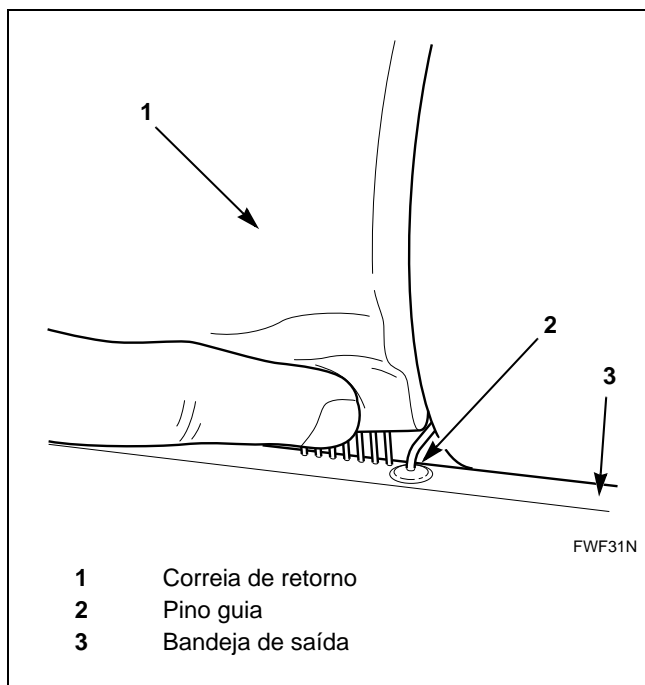

Figura 36
13. Verifique se a nova correia de retorno está instalada entre os pinos guia da bandeja de saída na frente da máquina. Consulte *Figura 36*.